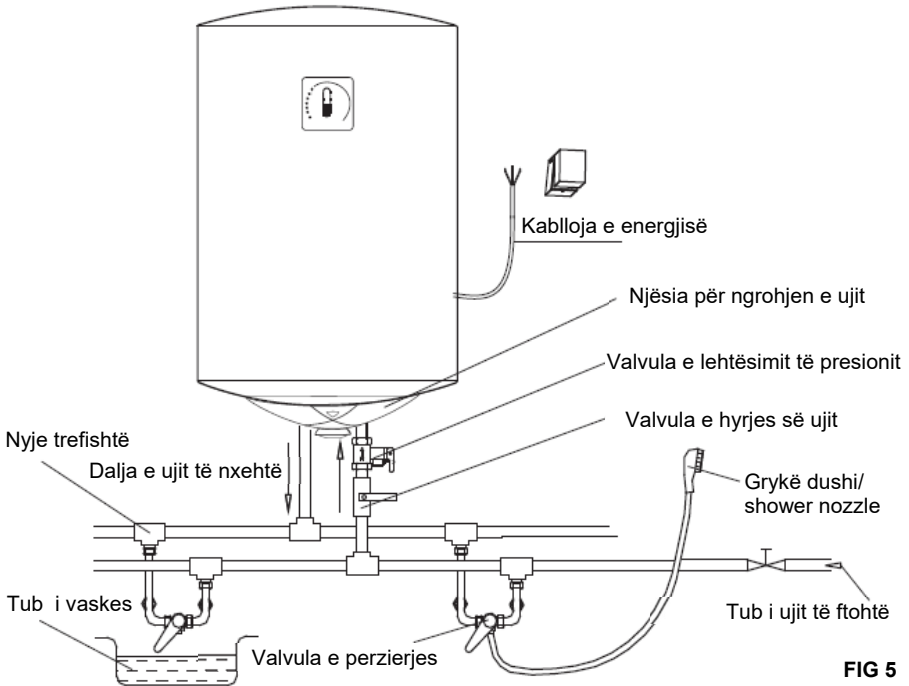

FIG 5
4. Në rast se përdoruesit duan të realizojnë një sistem furnizimi me shumë drejtime, referojuni metodës së paraqitur në fig.5 për lidhjen e tubacioneve.